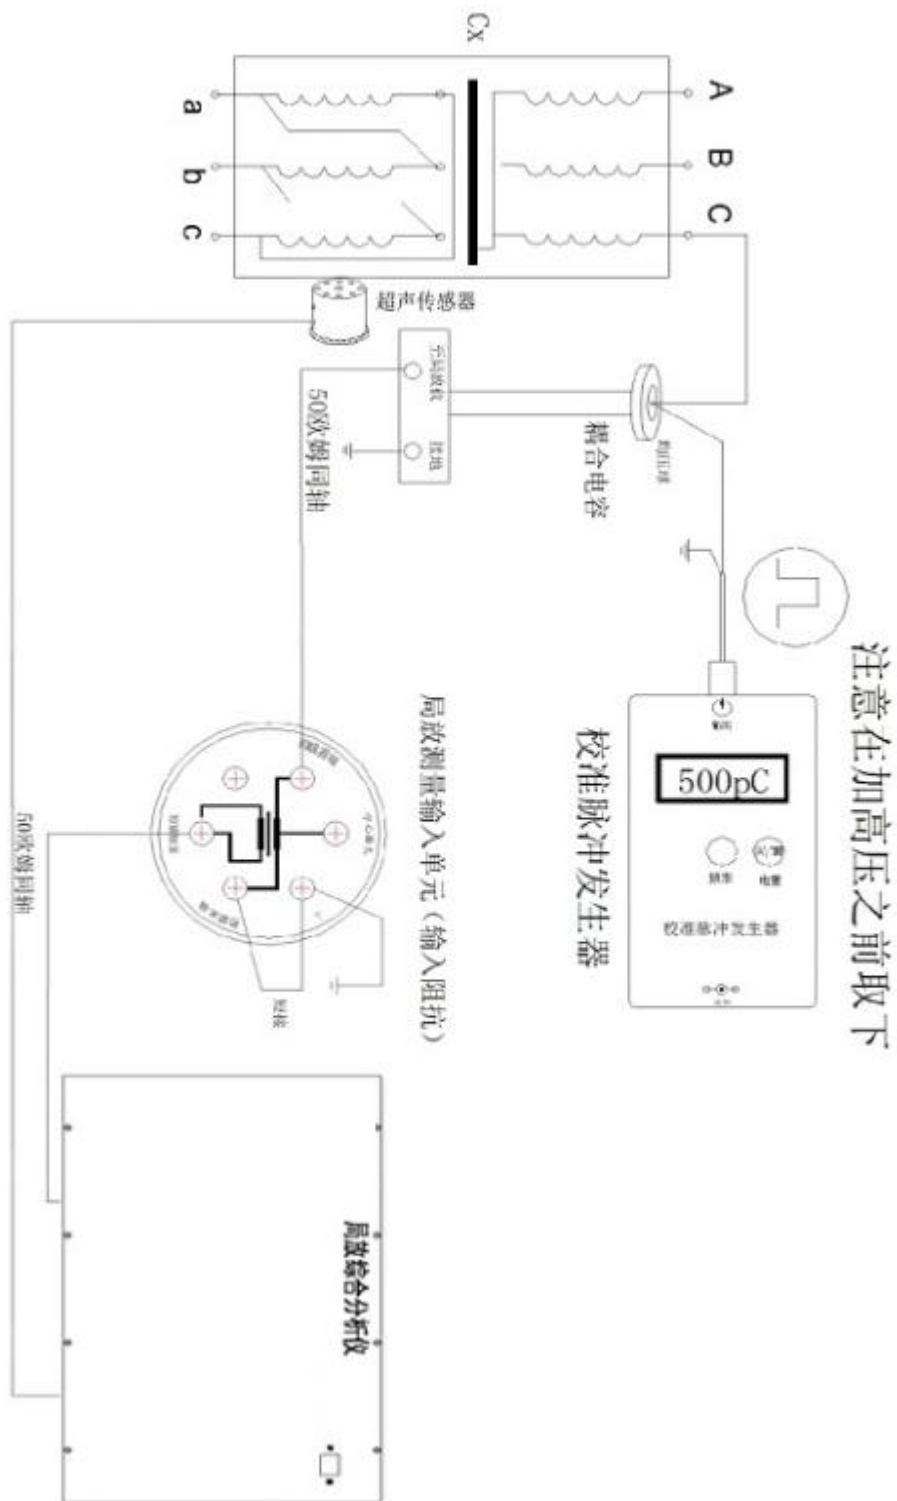

图 2 校准接线(外接耦合电容传输放电信号)
**注：铁心接地线一定要穿过 HFCT 局放传感器的正面，反之会导致信号极性错误。（参见附录接线图 2、4 左下部宽频带电流互感器的连接方法，方向要正确）**